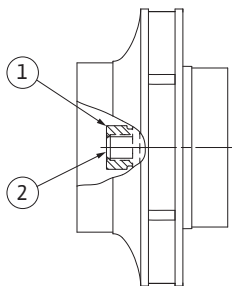

Fig. 53: Posición correcta de la tuerca del rodete tras el montaje
29. Sujete el eje (véase el paso 24) y apriete la tuerca del rodete con el par de apriete prescrito (véase el listado "Tabla 11: Pares de apriete de los tornillos" en la página 248). La tuerca (Fig. 53, pos. 1) tiene que quedar enrasada con el extremo del eje (Fig. 53, pos. 2) con un margen de tolerancia de $\pm 0,5$ mm. Si no es así, afloje la tuerca y repita los pasos 25 al 29.